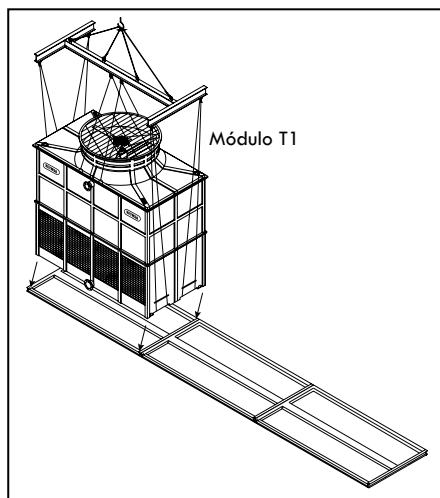

Figura A-100: Levantamiento del primer módulo T1 en una torre modular (RTGM-B-S & RTGMTC-B-S)
- A. Levante el primer módulo usando una grúa y una barra separadora, y colóquelo sobre la superficie de aislamiento y la base de acero. Atornillela usando los tornillos y tuercas de acero inoxidable (NO suministrada por REYMSA, ver Figura A-100).